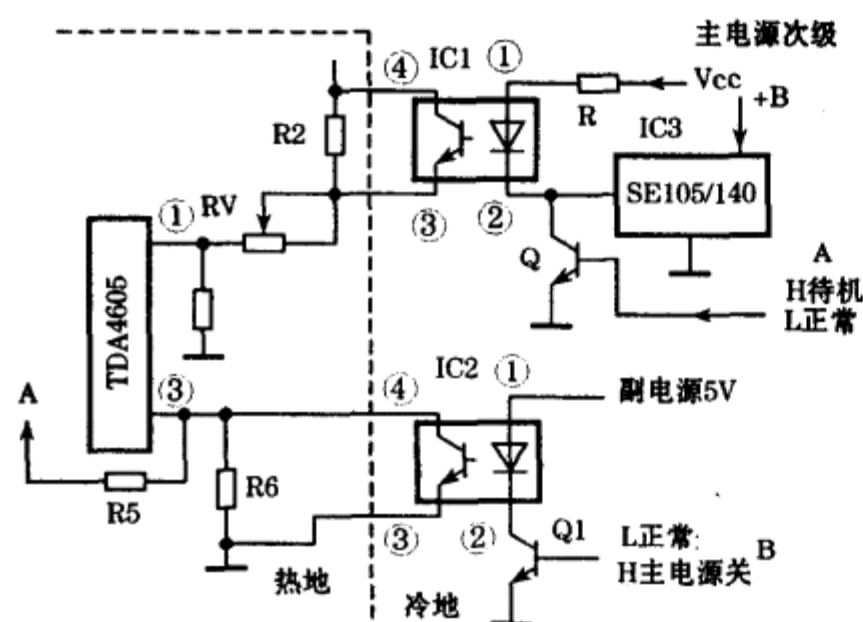

图3
+B取样接口和主电源关断接口如图3所示。目前, 彩电都基本上采取+B直接取样的方式, 经误差检
出放大后，由光电耦合器隔离控制。常见彩电的此部分电路如图3所示。图中虚线右侧为故障机原控制取样系统，IC1为稳压控制光电耦合器，IC3为误差检出及放大电路（常用S-18××或SE105/145等，彩显中则常用TL431）。如果保持原机此部分电路，可使代换效果更好。此类机型中，原有Q1为待机+B降压控制管。当按下待机键时，行扫描被关断，同时待机高电平使Q1导通，IC1的发光二极管电流增大，使其次级内阻降低，等效R2减小，以致使TDA4605第①脚电压降低，输出脉冲占空比减小，脉冲变压器次级整流输出电压都同比减小。为了使二次稳压的+5V保持稳定输出，可用短导线将Q1集-射极短接，在强制待机状态下调整RV以改变次级电压降低的比例。如此改动后，模块内部的间接取样和原机的直接+B取样将同时工作。为了避免两者互相牵制，在未接入行扫描的状态下，按图3接入电源部分，再断开IC1第③、④任一脚，调整模块内RV，使+B输出电压比原机+B电压高出5V。然后接入IC1，调整原机内+B电位器，使+B达到额定值。在此双重控制功能下，即使原机IC1、IC3出现开路故障时+B也只提高5V，防止大面积元器件损坏的可能性。
待机副电源的彩电中，有部分遥控关机不是采用继电器断开主电源市电输入的方式，而在副电源待机控制电路中接有专门用于待机关断主电源输出电压的光耦器。待机时，主电源虽有市电整流后的300V直流电压，但待机光耦器的导通使自激式正反馈脉冲被全部分流，导致自激振荡停振，主电源无输出。此类机型的待机控制电路如图3虚线右侧部分所示。尽管各种机型中光耦器IC2
导通控制方法与此不一定相同，但基本原理是一样的。代换后，为了使初级恢复此功能，可按图3将原机的待机控制光耦器IC2次级第③~④脚接入模块的R6两端。待机状态下，IC2饱和导通，将TDA4605第③脚电压下拉为近似0V。第③脚电压小于1V后，TDA4605欠压保护电路即动作，关断驱动脉冲，主电源输出均为0V。